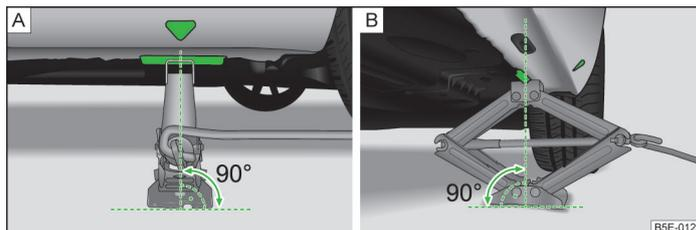

Fig. 192 Application du cric
- Appliquez le cric de façon à ce que la griffe entoure la nervure » fig. 192 - .
- Posez l'embase du cric sur toute sa surface sur un sol plan et assurez que le cric s'applique perpendiculairement à l'emplacement où la griffe entoure la nervure » fig. 192 - [A].